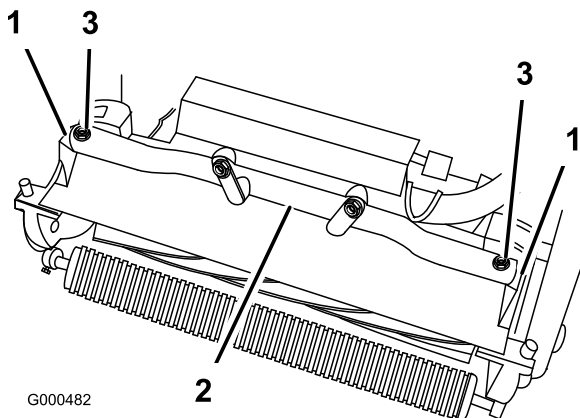

Figura 45
4. Retire los 2 pernos que fijan los brazos de pivote de la unidad de corte al tubo del bastidor de la unidad de tracción (Figura 45).
5. Gire hacia adelante los brazos de pivote (Figura 45) y apoye la unidad de tracción sobre el soporte bloqueado.